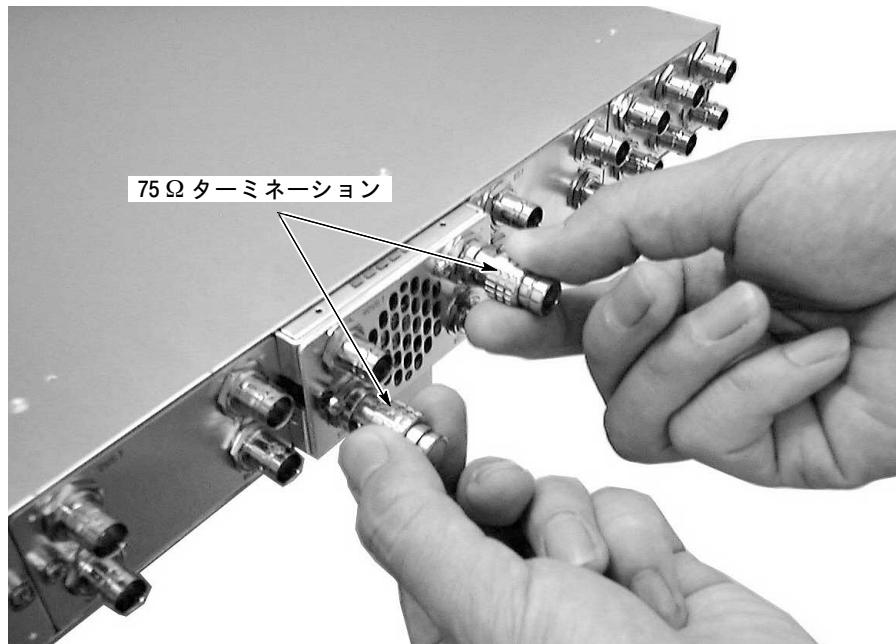

図5：モジュールの取り外し
4. コネクタに取り付けたターミネーションまたはBNCケーブルを持ち、モジュールをメインフレームからゆっくりと水平に引き出します。図5を参照してください。